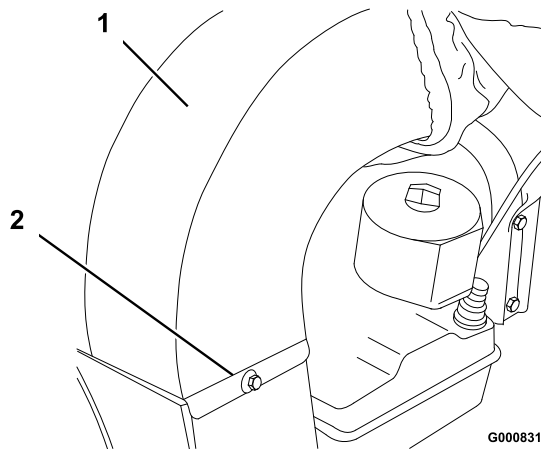

Figura 8
1. Instale el conducto de descarga y fíjelo con un perno (1/4 x 1/2 pulg.) y una arandela de freno (1/4 pulgada) (Figura 8).